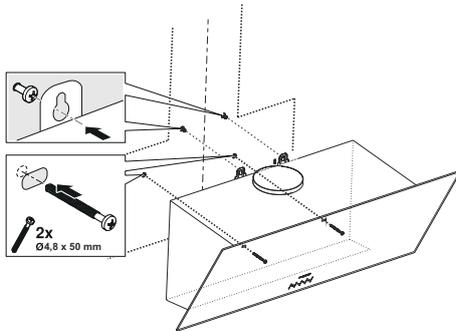

Fig. 13
1. ➔ Tenere l'apparecchio per il suo corpo e posizionarlo sulle viti di sospensione sulla parete e stringere le viti (Fig. 13).
2. ➔ Fissare l'apparecchio con viti 4.9x50 attraverso il foro di montaggio all'interno dell'apparecchio (Fig. 13).